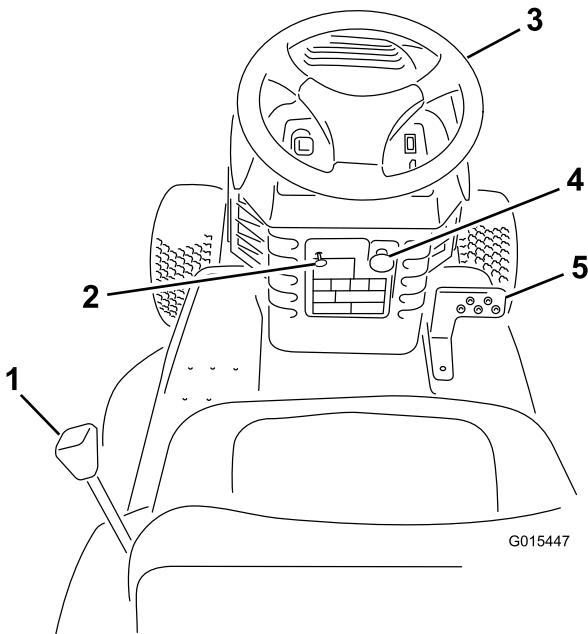
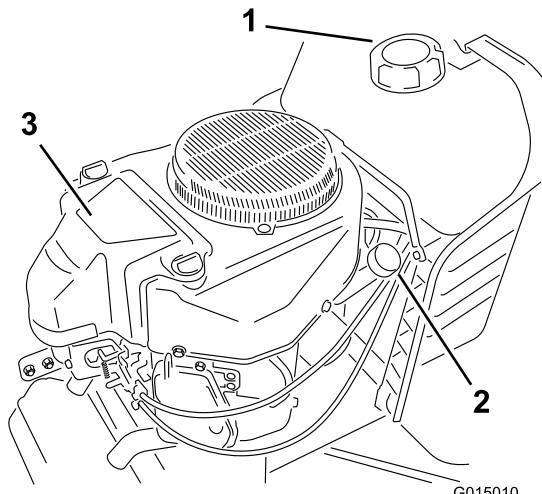

Bild 4
Bild 6
Machen Sie sich mit den Bedienelementen (Bild 4 bis Bild 6) vertraut, bevor Sie den Motor anlassen und den Traktor einsetzen.
3. Ziehen Sie den Chokehebel heraus (Bild 4).